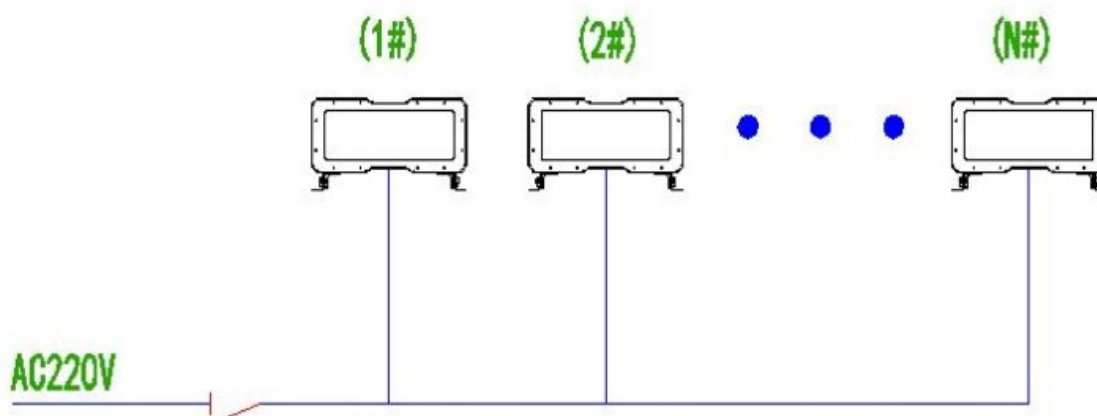

Рисунок 5. Принципиальная схема линий подключения
- 8.6.1 **Проверка соединений:** перед подачей напряжения необходимо убедиться в правильности монтажа согласно электрической схеме (Рисунок 5).